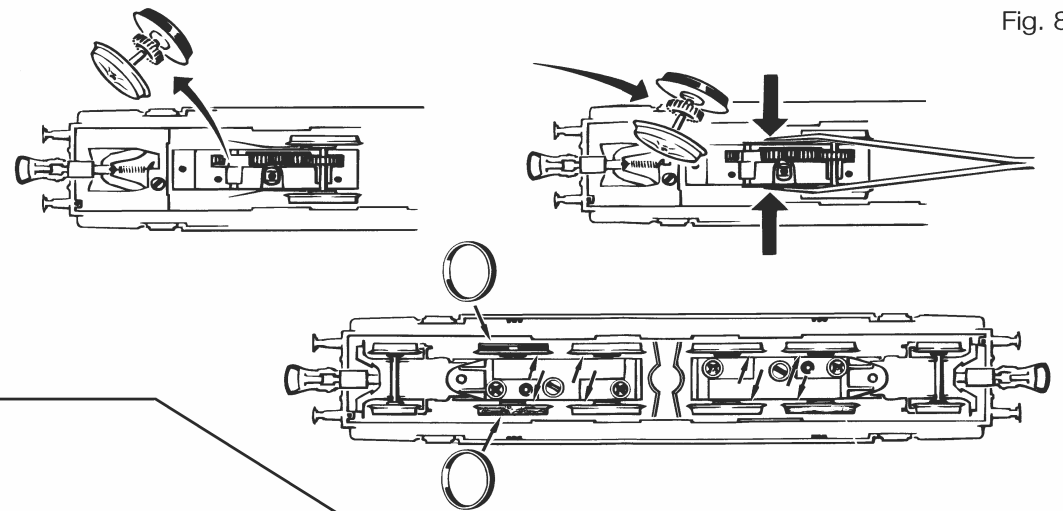
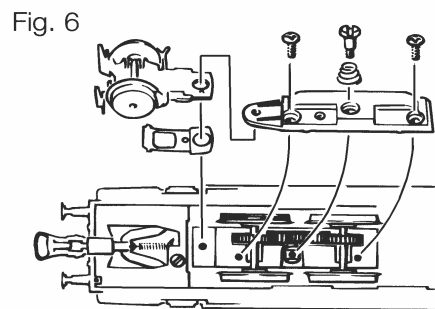

Fig. 8
Fig. 6
1. Reinigung der Radstromkontakte: Radstromkontakte können auf unsauberen Schienen leicht verschmutzen. Entfernen Sie vorsichtig mit einem kleinen Pinsel den Schmutz an den in Fig. 8 gekennzeichneten Stellen. Dazu zuerst das Lokgehäuse abnehmen (Fig. 3)
4. Haftreifenwechsel: Zuerst den Getriebedeckel abnehmen (Fig. 6). Danach den Radsatz herausnehmen und die Haftreifen mit einer Nadel od. mit einem feinen Schraubendreher abziehen (Fig. 8). Beim Aufziehen der neuen Haftreifen darauf achten, dass diese sich nicht verdrehen.
1. Nettoyage des lames de courant aux roues: Les lames de contacts risquent de s'encrasser rapidement sur des voies poussiéreuses. Veuillez **enlever la poussière** aux endroits marqués à la fig. 8 à l'aide d'un petit pinceau souple. A ces fins démontez d'abord le bogie (fig. 3).
4. Échange des bandages d'adhérence: Démontez d'abord le **couvercle du carter** des engrenages (fig. 6). Délogez ensuite les essieux bandagés et enlevez, à l'aide d'une aiguille ou d'un tourne-vis fin, les bandages d'adhérence (fig. 8). Lors du montage des nouveaux bandages veuillez veiller à ce que les bandages **ne soient pas tordus**.
1. Cleaning of wheel contacts: Wheel contacts easily get dirty on tracks which are not entirely clean. Use a small brush to **remove dirt** from spots marked in fig. 8. Prior to cleaning the contacts dismantle the loco body (fig. 3).
4. Change of traction tyre: Remove the gear cover (fig. 6). Take out **wheel set** and remove **traction tyre** using a pin or a fine screwdriver (fig. 8). When pressing on the new traction tyre please **avoid twisting it**.